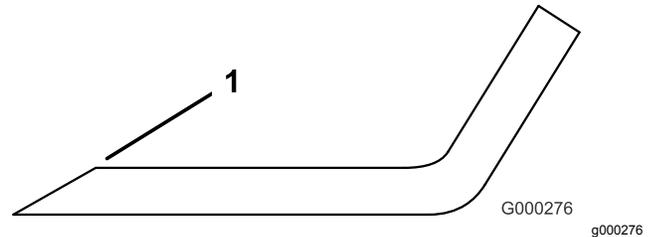

Figura 104
- Affilate i taglienti da entrambe le estremità della lama con una lima (Figura 104).
Nota: Se la lama non è bilanciata, limate del metallo soltanto dalla costa (Figura 104).